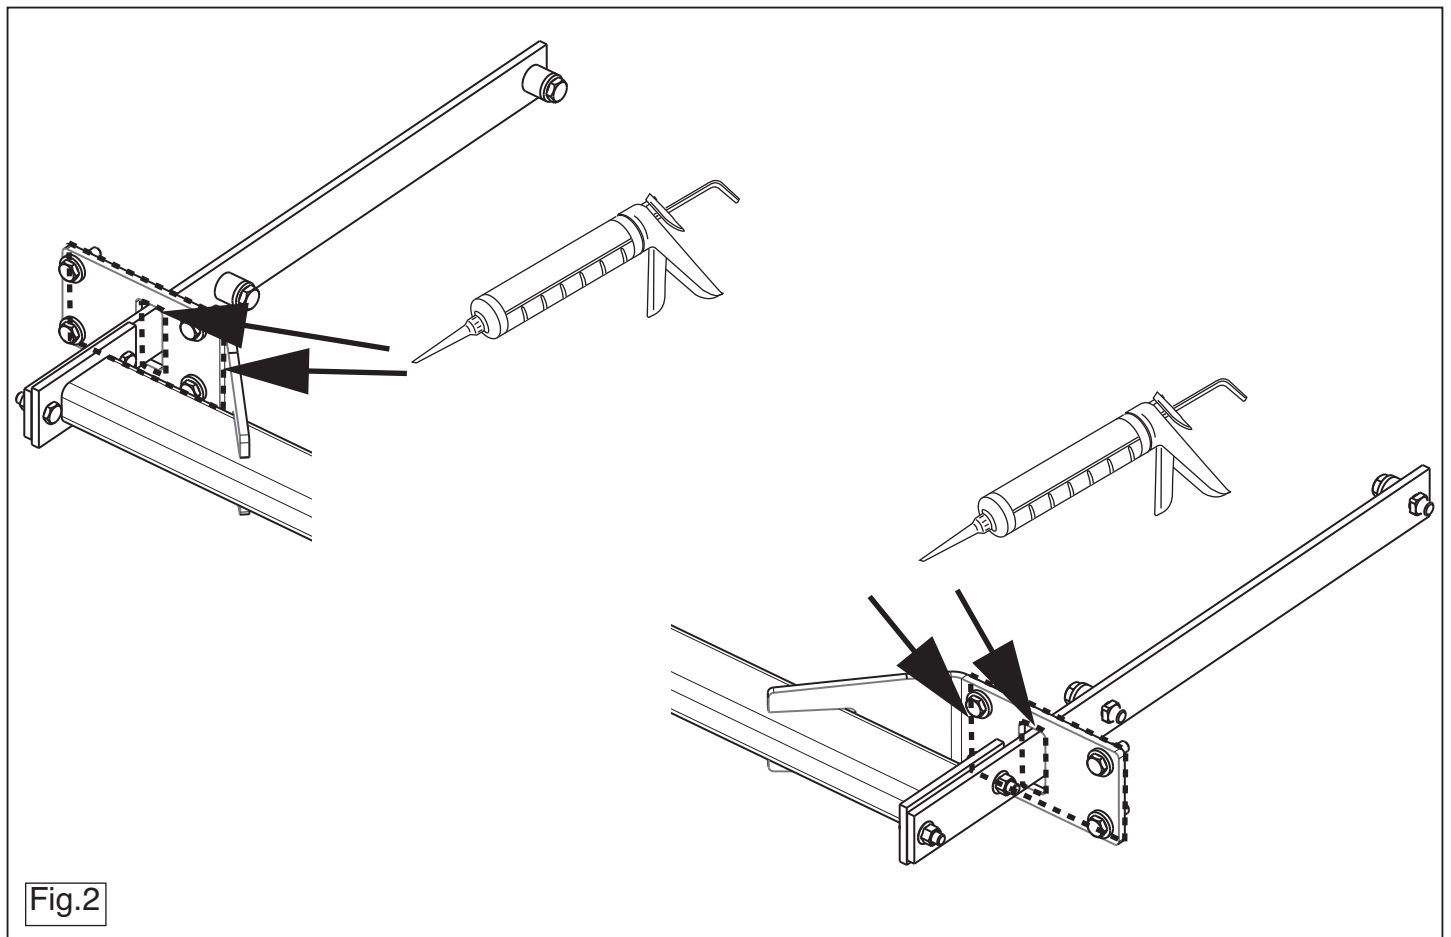

Fig.2
8. Kit de aangegeven delen af (zie fig. 2)
8. Seal the portions indicated (see fig. 2).
8. Die angegebenen Teile kitten (siehe Abb. 2).
8. Boucher les parties indiquées (voir la fig.2).
8. Tillslut delarna enligt figuren (se fig. 2).
8. Smør kit på de markerede dele (jævnfør fig. 2).